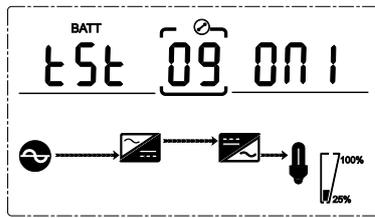

Fig. 4-21 Autotest ON1
- Selección **ON1**, el SAI puede pasar automáticamente al modo batería cada 30 días. Y el tiempo de autotest de la batería es de **10 segundos** (Fig. 4-21).